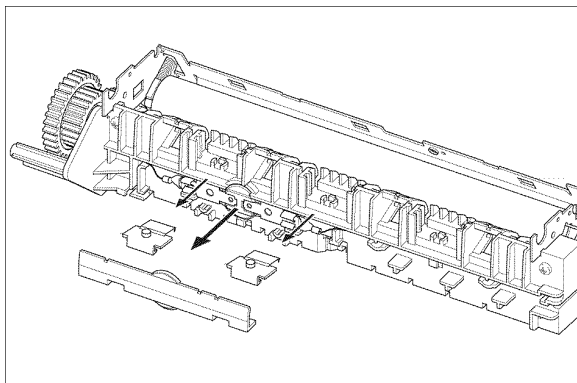

Рисунок 6
8. Снимите 2 пружинных "держателя места", затем крышку термостата, рисунок 6